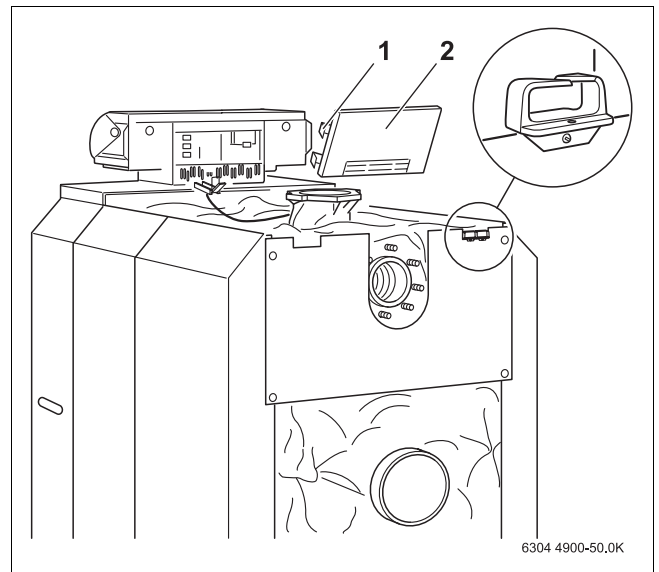

Fig. 53 Montaggio dell'elemento del pannello posteriore
- ▶ Avvitare il passaggio dei cavi (vedi ingrandimento → fig. 53) al pannello posteriore della caldaia, a sinistra e a destra.